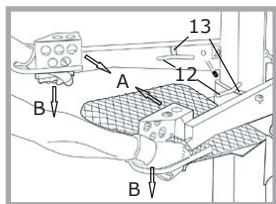

Abb. 10
Um das Holz beim Spaltvorgang festzuhalten, sind an beiden Betätigungsarmen Holzklammern (12) angebracht (siehe Abb. 10).
Die Holzklammer passt sich durch die angebrachte Druckfeder (13) stufenlos an jede Größe der Holzstämmen an (siehe Abb. 10).
Stellen Sie das zu spaltende Holz auf den Spalttisch und drücken Sie beide Betätigungsarme (A) nach innen (siehe Abb. 10). Dadurch wird das Holz fixiert.